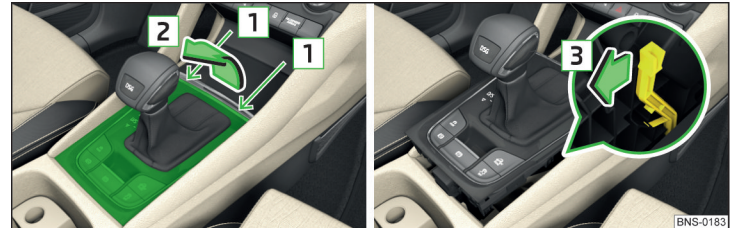

Abb. 360 Abdeckung lösen / Wählhebel entriegeln
- › Einen Schlitzschraubendreher oder ein ähnliches Werkzeug in den Spalt im Bereich der Pfeile **1** » **Abb. 360** einschieben und die Abdeckung in Pfeilrichtung **2** vorsichtig lösen.